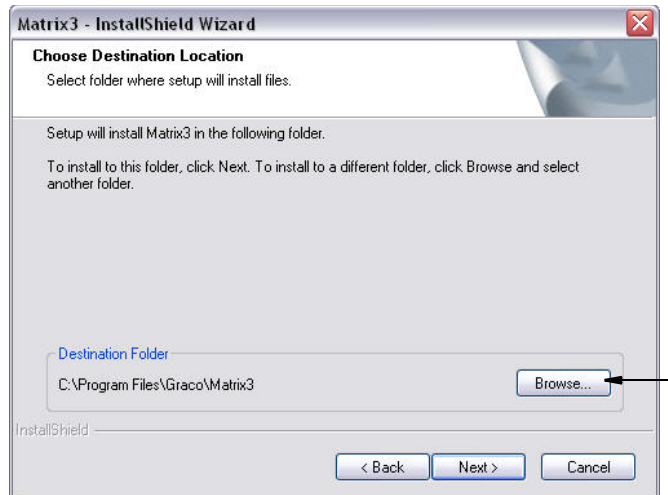

FIG. 6
7. Choisissez l'emplacement de destination. La destination par défaut est C:\Program Files\Graco\Matrix3. Cliquez sur le bouton Naviguer (Browse), indiqué à la FIG. 6 pour sélectionner un emplacement différent.